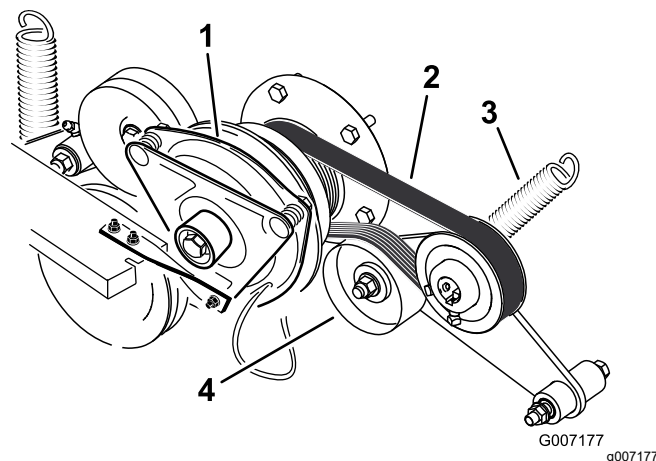

Figura 93
3. Retire el muelle del brazo de la polea tensora (Figura 93).
4. Instale la correa nueva alrededor de la polea del motor y de la bomba hidráulica (Figura 93).
6. Instale el muelle en el brazo tensor (Figura 93).